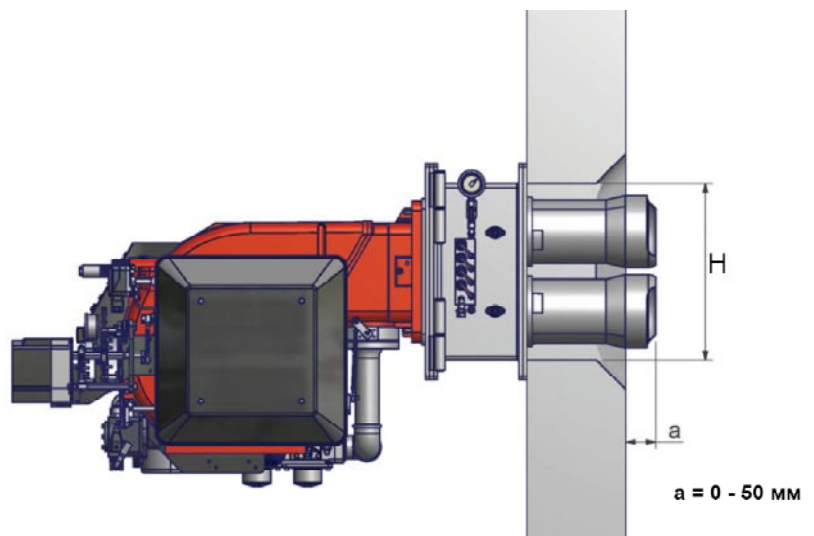

Рис. 1
- 4). закрепить ее с помощью гаек к крепежным винтам котла, согласно схеме на Рис. 1.